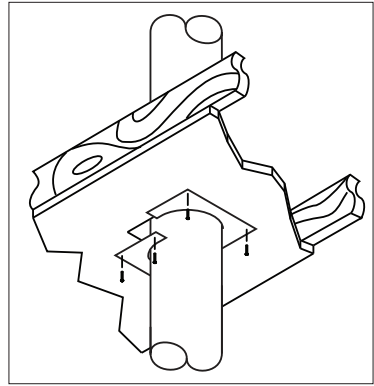

Figure 2
3. Faites glisser les deux moitiés ensemble et fixez-les au plafond avec 8 clous ou 8 vis à bois de 1-1/2 po dans les quatre coins et sur les deux côtés qui se chevauchent (**Fig.2**)